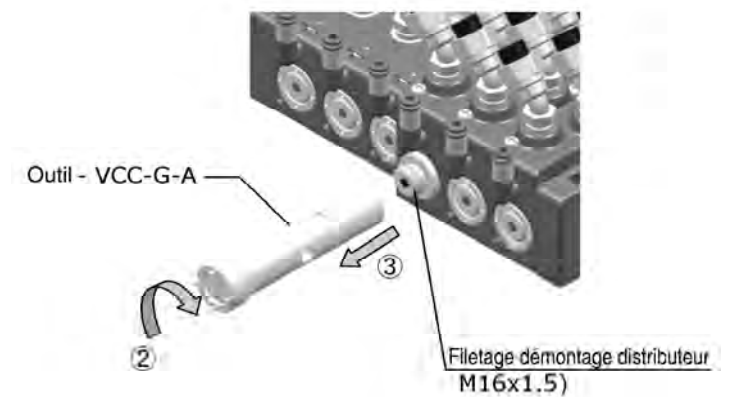

Figure 5
- Inversez l'outil (VCC-G-A), fixez-le sur le distributeur et tournez de 45° à 90° dans le sens horaire ② (afin de dégager les joints toriques) et sortez le distributeur tout droit ③. Voir Figure 5.